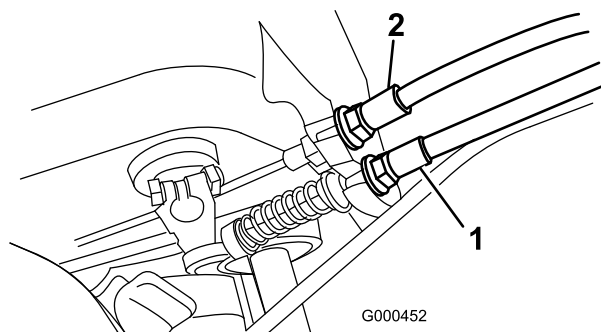

Figure 44
2. Pour accroître la tension du câble, desserrez l'écrou de blocage avant et serrez l'écrou de blocage arrière (Figure 44) jusqu'à ce qu'une force de 5,4 à 7,3 kg soit requise pour engager la transmission aux roues.